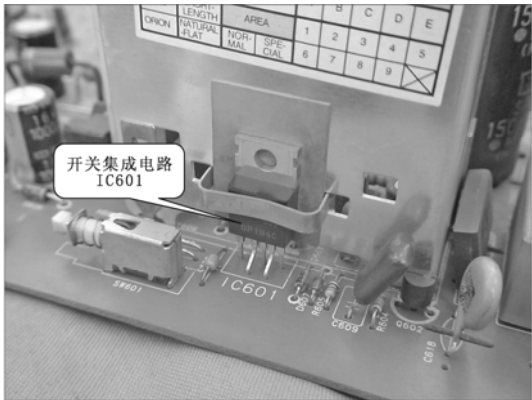
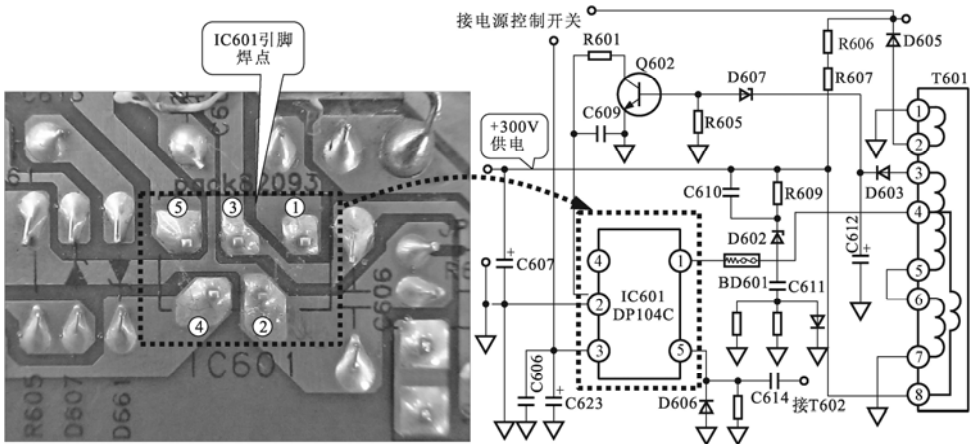

图 3-74 开关集成电路 IC601 (DP104C) 的实物外形图
图 3-75 开关集成电路 IC601 (DP104C) 的背部引脚焊点与电路对照图
①	DRAIN	开关管漏极 (D) 供电端	302
②	GND	接地端	0
③	VCC	供电端/保护检测端	18
④	FB	稳压控制电压输入端	4.8
⑤	SYNC	行频触发信号输入端	1.49
通过表 3-5 可以看出，开关集成电路的③脚是启动电压输入端，①脚是输出端。如要检测开关集成电路是否损坏，可以通过检测电压来判断，即当③脚有输入电压，而①脚没有输出电压时，则表明该集成电路可能损坏。图 3-74 为开关集成电路 IC601 (DP104C) 的实物外形图，图 3-75 为开关集成电路 IC601 (DP104C) 的背部引脚焊点及电路对照图。